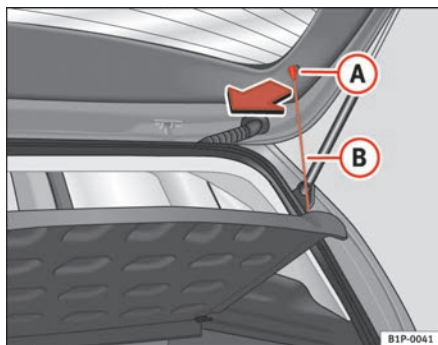

Abb. 106 Hutablage
- Die Streben \Rightarrow Abb. 106 **B** aus den Aufnahmen **A** aushängen